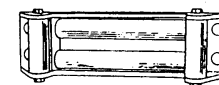

Figure 17
6. Pour réduire de manière importante l'usure du câble pendant les treuilages sur angle, ÉQUIPEZ LE TREUIL D'UN GUIDE-CÂBLE (Fig. 17). Les roulements éliminent l'abrasion et le frottement excessif du câble.